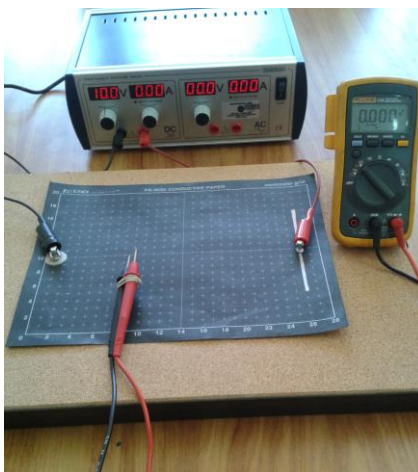

Figura 1. Montaje líneas equipotenciales.
- Los pasos para realizar el montaje que se muestra en la figura 1 son los siguientes: